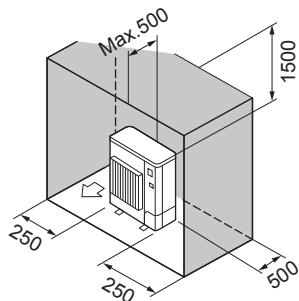

Fig. 2-12
⑥ Alleen obstakels aan de achter- en bovenzijde en de zijkanten (Fig. 2-12)